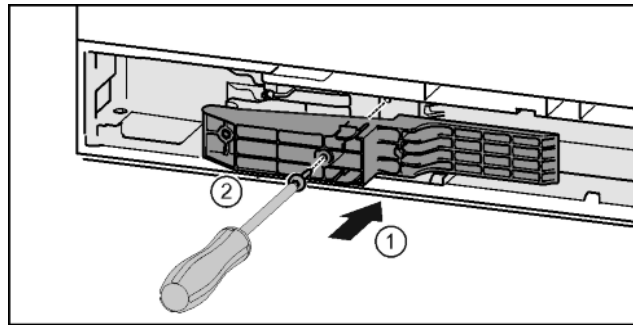

Fig. 44*
- ▶ Az illesztődarabot a fogantyú oldalán helyezze be a nyílásba.* *Fig. 44 (1)*
- ▶ Húzza meg a csavarokat a T15 csavarhúzóval.* *Fig. 44 (2)*